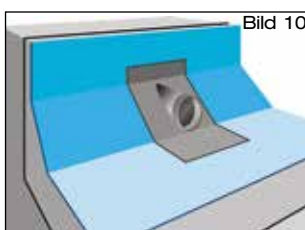

Bild 10
- 2.3 Erste Lage der **Dachdichtungsbahn** über Attikaablauf ausrollen und im Bereich des Klebeflansches aussparen (Bild 10).